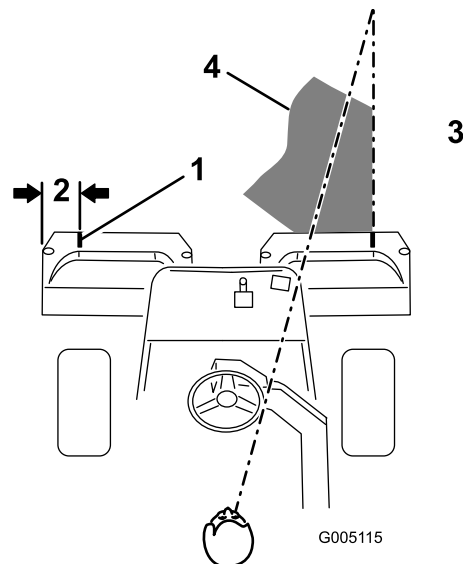
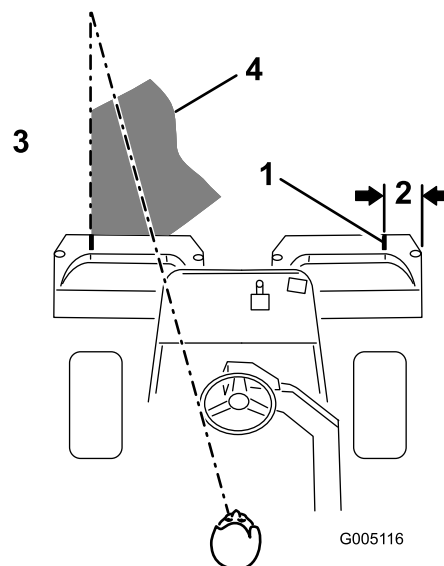

Figura 22
Figura 23
- Applicate una striscia adesiva bianca, oppure tracciate una linea con della vernice bianca, su ciascun cestello, parallela al bordo esterno del cestello stesso (Figura 22).
3. Durante le passate di ritorno sovrapponetevi uno spazio minimo alla falciatura precedente. Per tosare in linea retta il green e mantenere la macchina alla medesima distanza dal bordo della falciatura precedente, immaginate una linea da 1,8-3 m circa davanti alla macchina fino al bordo della sezione di green da tosare (Figura 22 e Figura 23). Potrebbe essere utile includere il margine esterno del volante nella linea visiva; in questo caso mantenete il volante allineato con un punto che deve essere sempre tenuto equidistante dalla parte anteriore della macchina (Figura 22 e Figura 23).